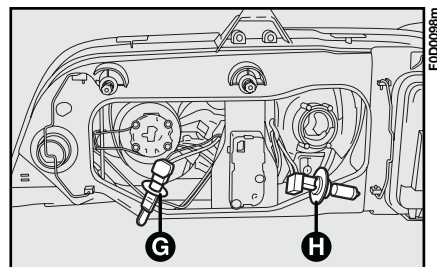

Abb. 14
5) Aushakung der beiden Befestigungsfedern **D** oder **F**, Abb. 14 und Auszug der Lampe **G** oder **H**, Abb. 14.